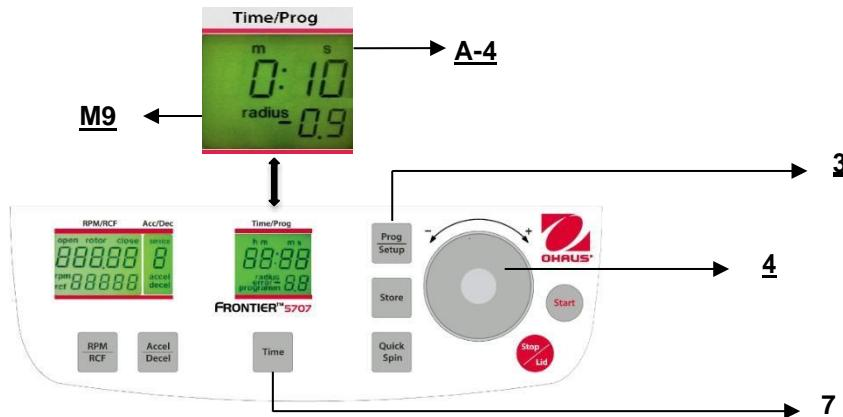

Abbildung. 19
Schließen Sie den Deckel, drücken Sie dann die Taste "Time" (7) (siehe Abbildung 19) und die Taste "Prog/Setup" (3) zur gleichen Zeit und halten Sie sie.